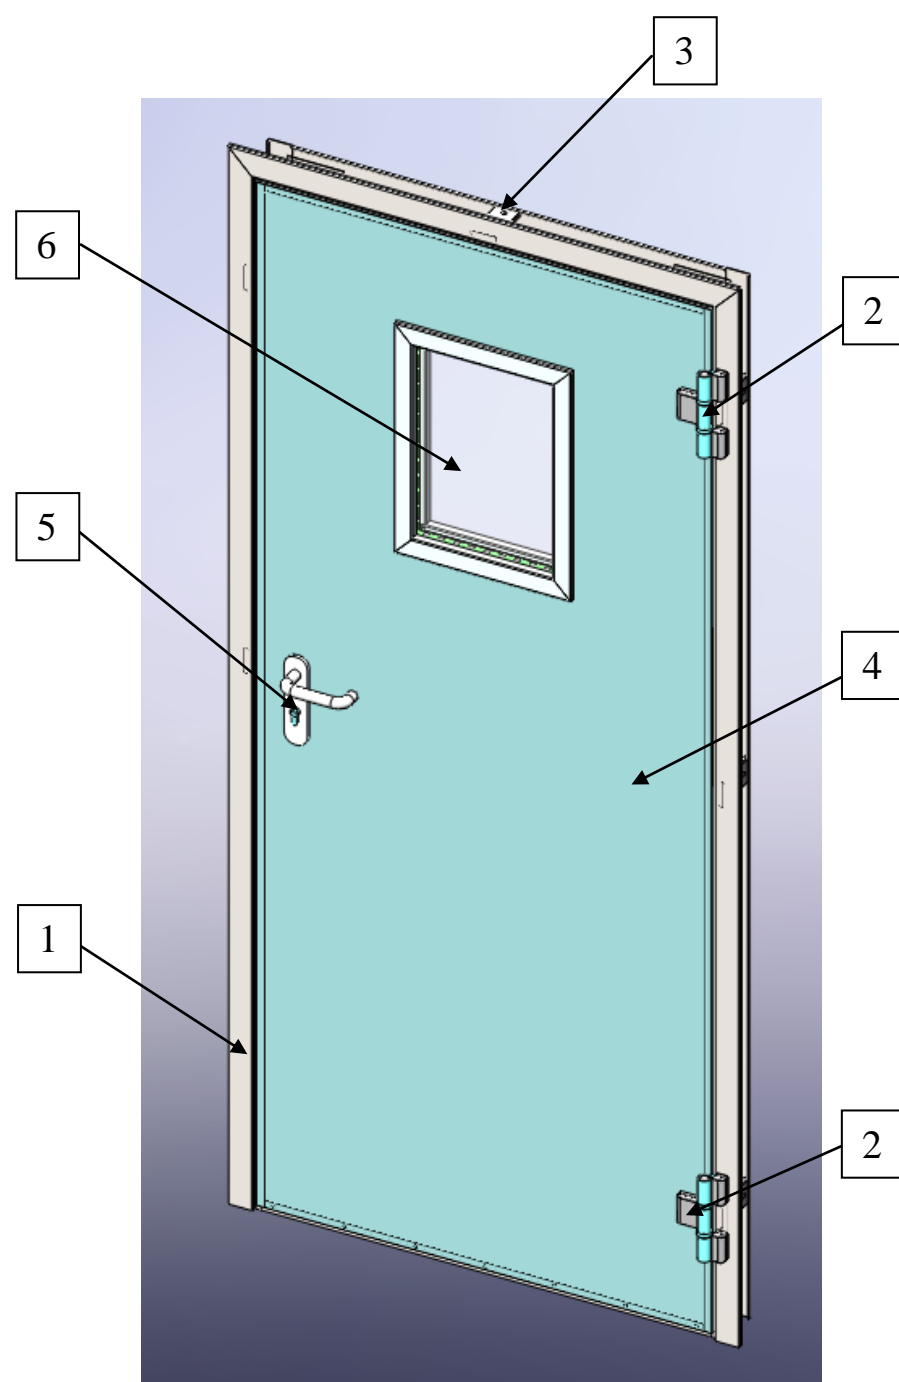

Рис.1
- 6.1. Дверь (см. рис.1), содержит коробку (1), дверное полотно (4) с замком (5).